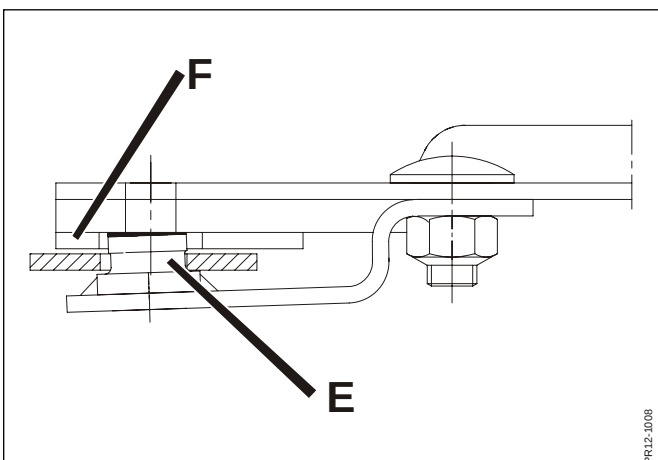

Fig. 5-21
- Fig. 5-21** - Der ikke er urenheder mellem knivtappens og skivens anlægsflader, og det sikres at knivholderens tap **E** har et korrekt anlæg mod underkant af skiven **F**.